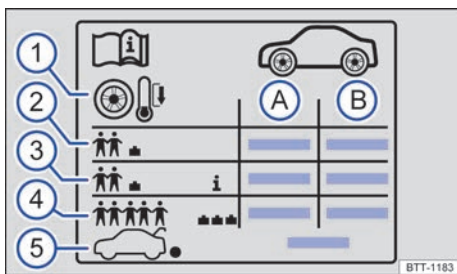

Fig. 252 Símbolos en el adhesivo de la presión de inflado de los neumáticos.
Datos que figuran en el adhesivo de la presión de inflado de los neumáticos → fig. 252:
En función del vehículo, el adhesivo de la presión de inflado de los neumáticos puede incluir una presión de inflado de confort → fig. 252 ③. La presión de inflado de confort permite aumentar el confort de marcha. Cuando se circula con la presión de inflado de confort, puede que se incremente el consumo de combustible.